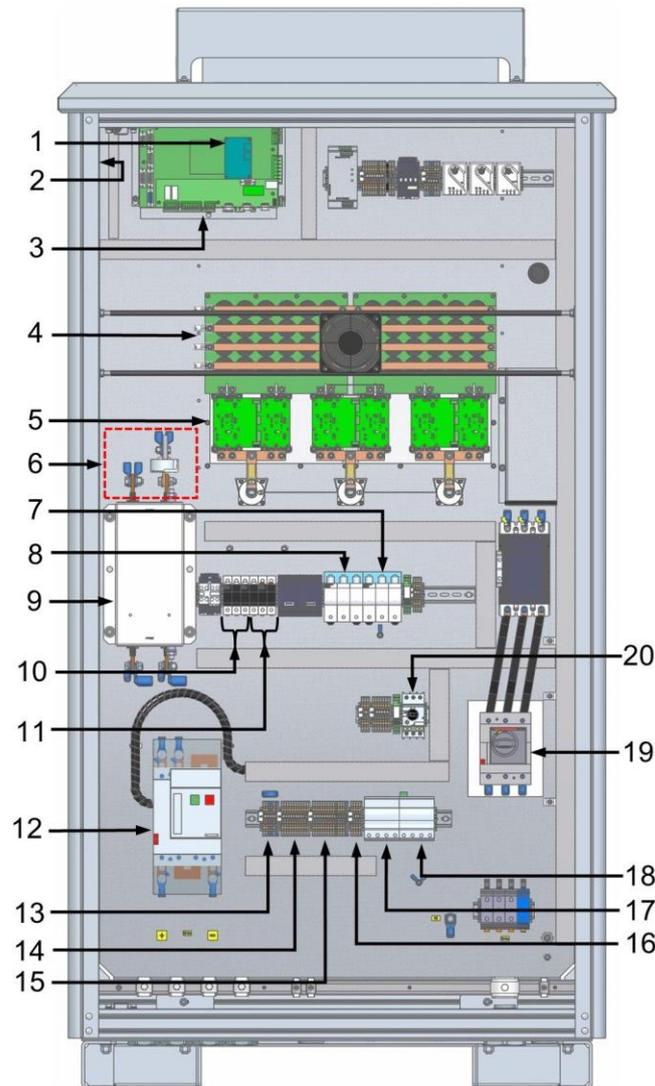

Abbildung 6: Vordere Innenansicht (+C1)
1. Die Schocksensoren auf Transportschäden **prüfen**. Die Schocksensoren befinden sich im Produkt (Abbildung 6) und auf der Verpackung. Sie zeigen einen unsachgemäßen Transport.